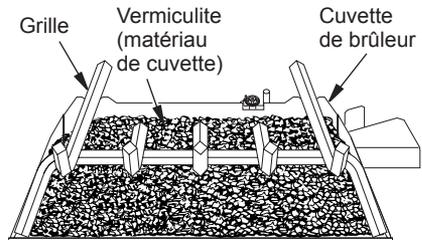

Figure 22 - Remplissez la cuvette du brûleur au complet avec de la vermiculite
1. Ouvrez les sacs de vermiculite et remplissez la cuvette du brûleur jusqu'à ce que le tuyau de brûleur soit complètement recouvert (voir figure 22).